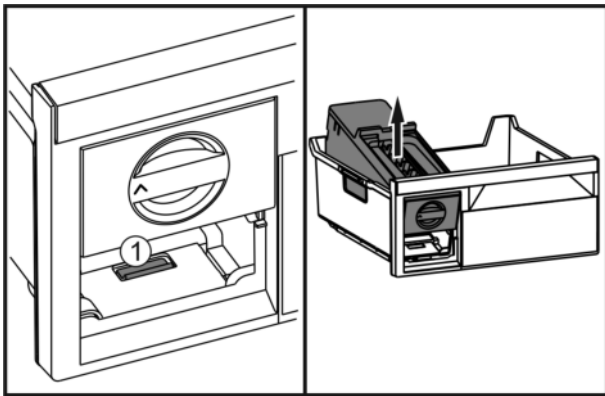

Fig. 116
- ▶ Lasche Fig. 116 (1) drücken, EasyTwist-Ice von hinten anheben und aus dem Gefrierschubfach herausnehmen.